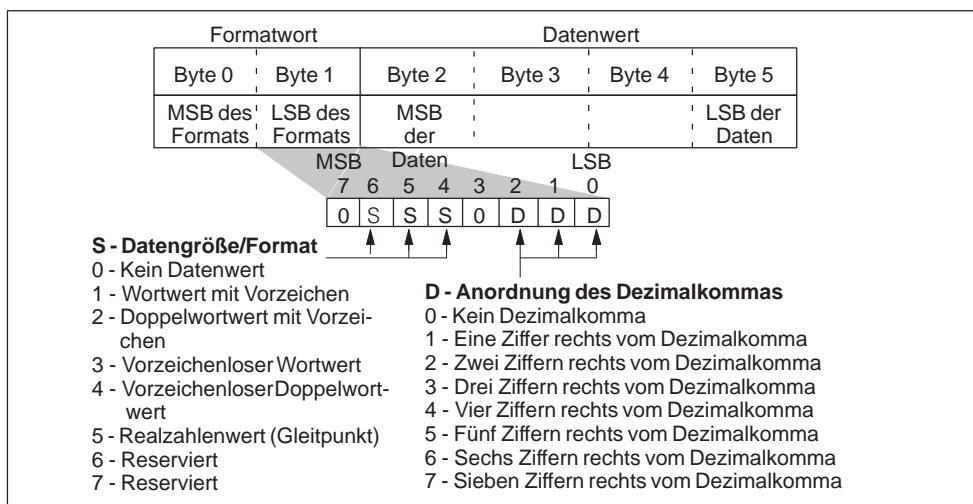

Bild D-18 Bitwerte in Byte 1 des Formatworts
Das niederwertigste Byte des Formatworts gibt die Datengröße und das Format sowie die Stelle des Dezimalkommas in einem angezeigten Wert an. Wird angegeben, ob der Wert ein Vorzeichen hat, dann wirkt sich dies auf den Bearbeitungsbereich des Werts aus. Bei vorzeichenlosen Werten darf es sich nur um positive Zahlen handeln. Werte mit Vorzeichen können positive und negative Zahlen sein. Bild D-18 zeigt die Anordnung der Bits für die Größe und das Format der Daten sowie für das Dezimalkomma in Byte 1 des Formatworts.
- Realzahlen (Gleitpunktzahlen) werden mit der von Ihnen angegebenen Anzahl an Dezimalstellen angezeigt (siehe Bild D-18). Der Wert wird auf die angegebene Stelle gerundet. Haben Sie beispielsweise für den Wert 12,567 nur eine Dezimalstelle angegeben, dann zeigt TD 200 den Wert "12,6" an.
Bei Realzahlen (Gleitpunktzahlen) zeigt das TD 200 die Zahl mit maximal 20 Ziffern an (darin enthalten ist die Anzahl der Dezimalstellen, die Sie im Formatwort angegeben haben, siehe Bild D-18). Kann eine Zahl nicht mit der verfügbaren Anzahl an Ziffern dargestellt werden, dann zeigt das TD 200 für diesen Wert "eeeeee" an.